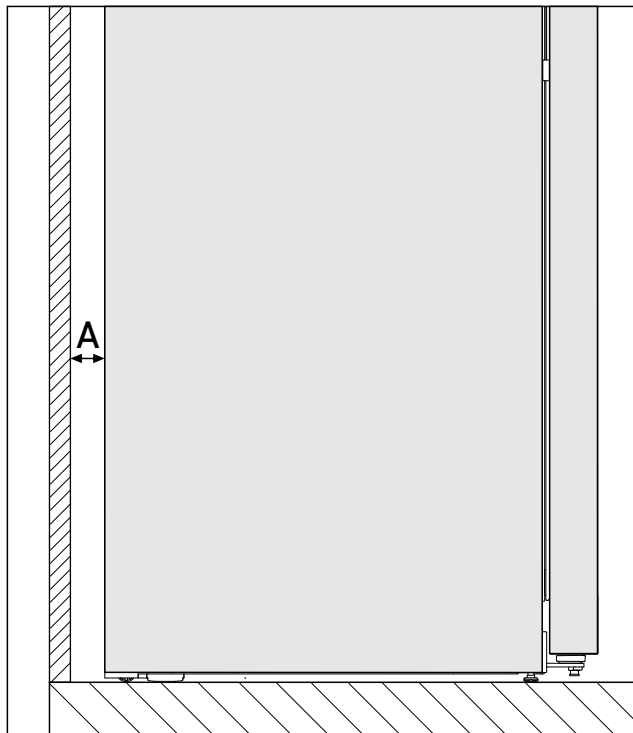

Fig. 3 *
Az energiafogyasztás megállapítása a készülék hátoldala és a fal közötti Fig. 3 (A) távolság mellett történt. Ha a faltól való távolság kevesebb mint Fig. 3 (A), az nincs hatással a készülék működőképességére, viszont ha túl csekély a faltól való távolság, az kis mértékben megnöveli a készülék energiafogyasztását.